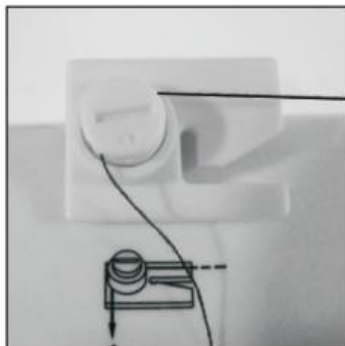

Fig.12
2. Nit vodite skozi napenjalni disk navijalca na zgornji strani stroja (Fig. 12).